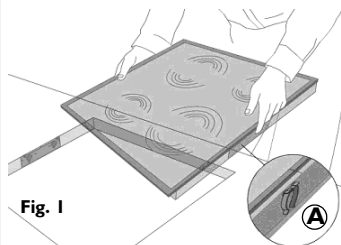

Fig. 1
- Placera ut de 4 fjäderklämmorna (**A**) på sina platser på ramen, se Fig. 1